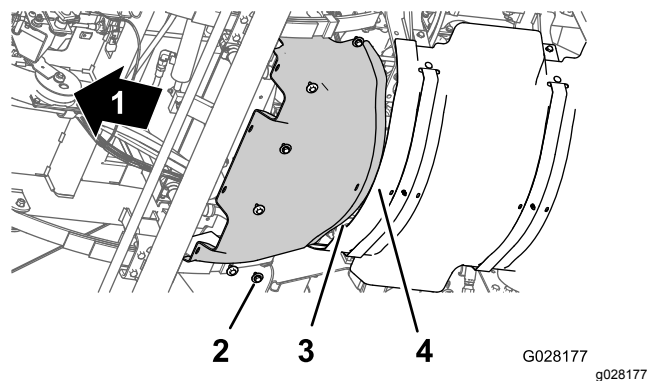

Figura 59
2. Alinee los taladros del protector térmico delantero con los taladros roscados del chasis (**Figura 59**).
3. Monte el protector térmico delantero en la máquina con los seis pernos de cabeza hexagonal y las seis arandelas (**Figura 59**) que retiró en el paso 3 de Retirada del protector térmico delantero \(página 53\).
1. Alinee la brida trasera del protector térmico delantero sobre la brida delantera del protector térmico trasero (**Figura 59**).